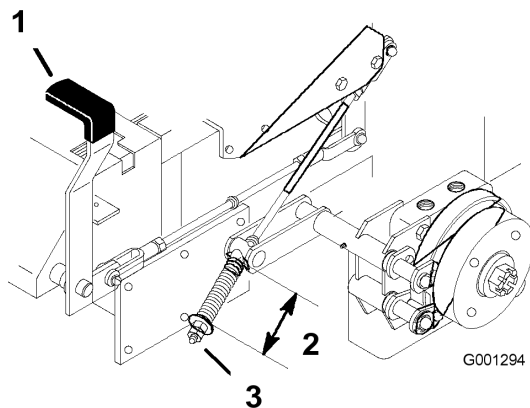

Figura 53
2. Mida la longitud del muelle. La medida debe ser de 64 mm (2-1/2 pulg.) entre las arandelas (Figura 53).
3. Si es necesario un ajuste, quite el freno de estacionamiento, afloje la contratuerca que está debajo del muelle y ajuste la tuerca que está directamente debajo del muelle (Figura 53). Gire la tuerca hasta obtener la medida correcta. Gire la tuerca en el sentido de las agujas del reloj para acortar el muelle y en el sentido contrario a las agujas del reloj para alargar el muelle.